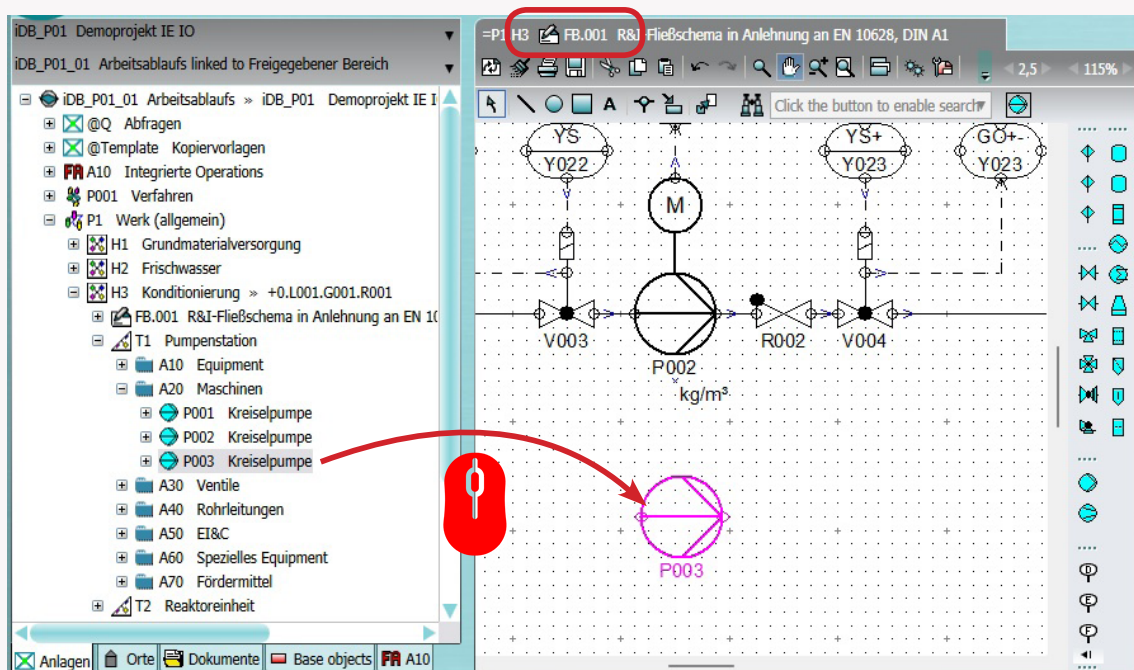

Abbildung 24 – Ziehen der Pumpe P003 in das P&ID
- Setzen Sie den Mauszeiger an die Stelle, an der Sie die Pumpe im P&ID zeichnen möchten, und lassen Sie die linke Maustaste los. Beachten Sie, dass die Pumpe im Diagramm eingezeichnet wird (**Abbildung 24**);